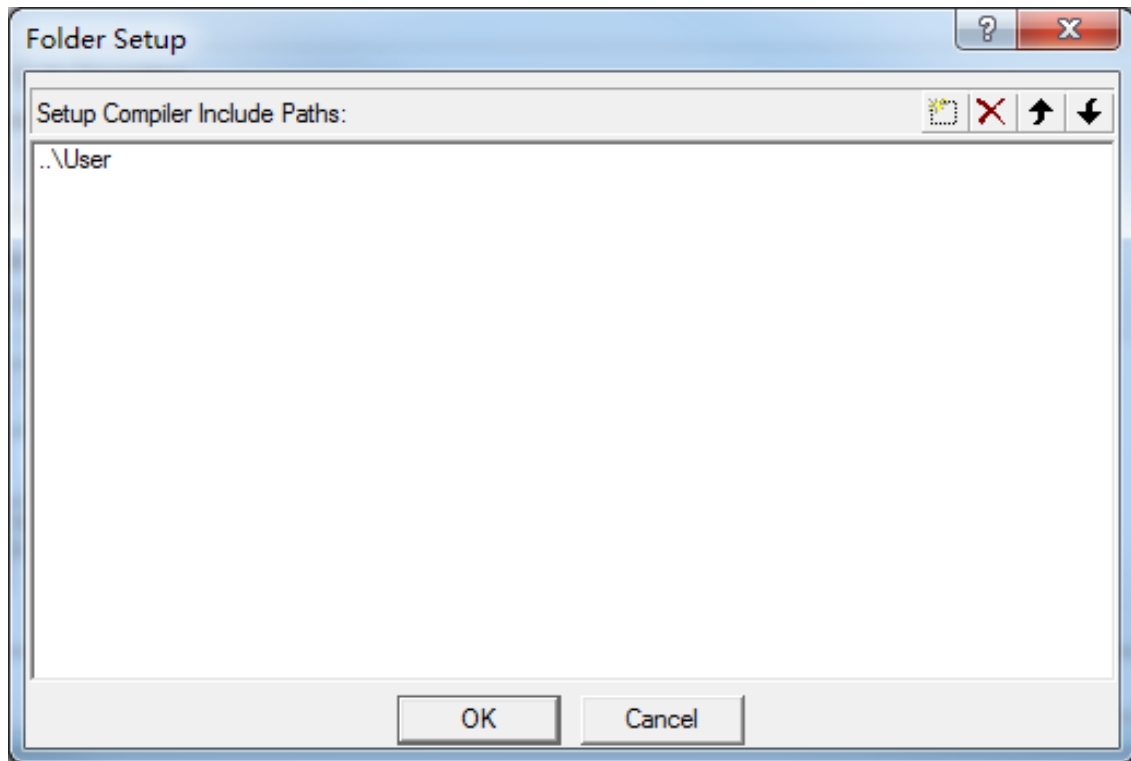

图 5.3 添加头文件路径
- ◆ 修改 Include Paths，将 User 目录加入编译器头文件搜索路径（单击右边的按钮，弹出一个添加 path 的对话框，然后将 User 目录添加进去，如图 5.3）